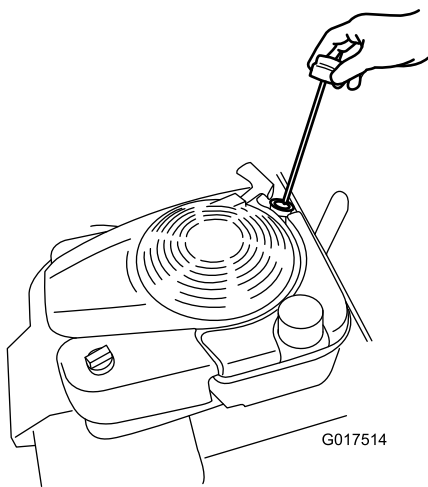

Figure 32
8. Retirez la jauge (Figure 32) et versez de l'huile dans le tube de remplissage pour remplir le carter moteur aux 3/4.